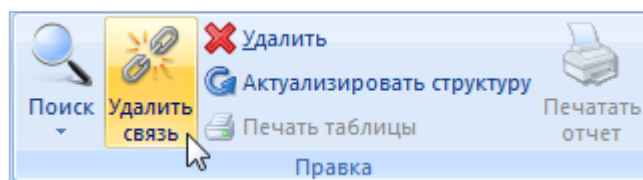

Рис. 25-26 – Кнопка «Удалить связь» панели «Правка»
3) Нажать кнопку «Удалить связь» панели «Правка» (рис. 25-26).